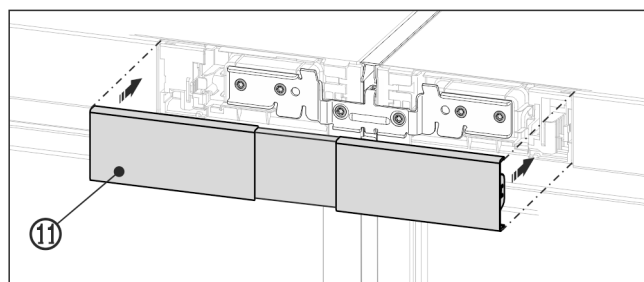

Fig. 23 Simbolična slika
- Zgornji pokrov *Fig. 23 (11)* namestite na še odprt vmesni prostor med obrobama upravljalnih elementov, tako da se zaskoči. Pazite pri tem, da se bodo zunanje strani pokrova lepo zlele z obema stranema.